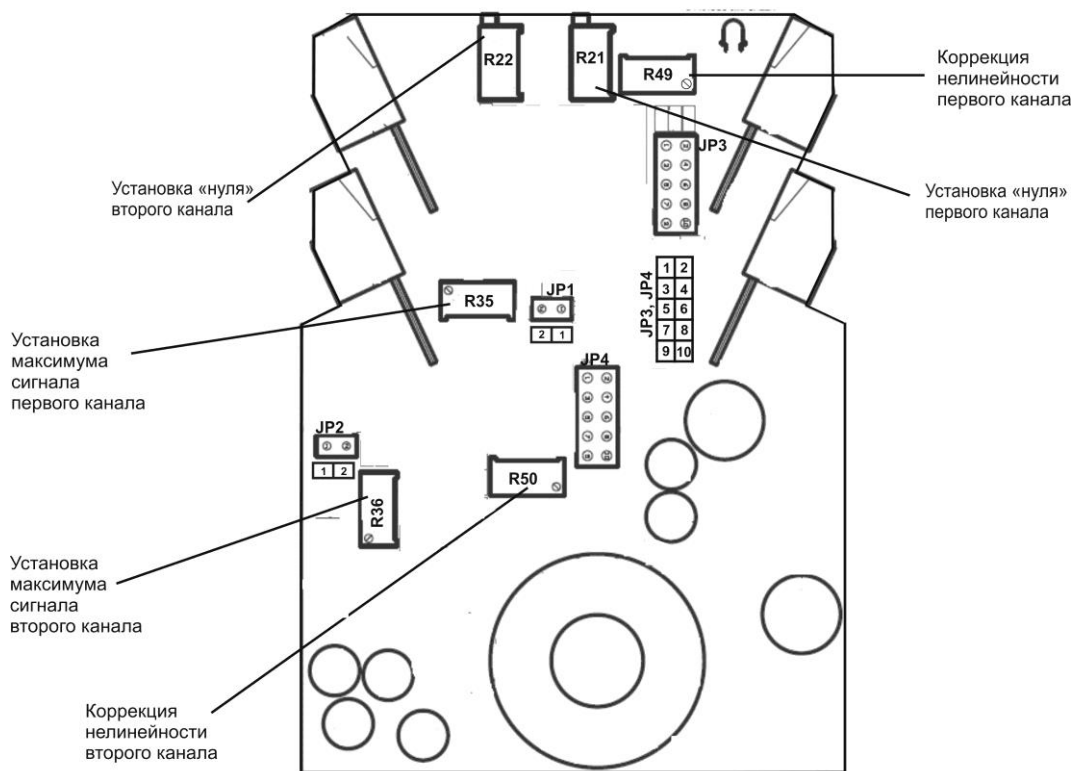

Рисунок 3.2- Размещение блоков переключки выбора входных и выходных сигналов
3.2.4 Для изменения настроек БПО-132 на другие входные/выходные сигналы используйте рисунок 3.2 и таблицу 3.1.